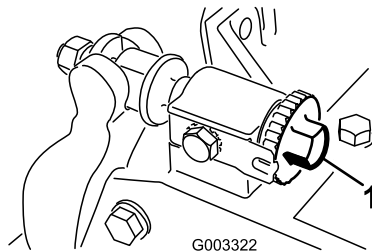

Figura 12
1. Coloque la unidad de corte en una superficie de trabajo plana y nivelada. Gire los tornillos de ajuste de la barra de asiento en el sentido contrario a las agujas del reloj para asegurarse de que la barra no esté en contacto con el molinete (Figura 12).
de asiento no están apoyadas en la superficie de trabajo ().Figura 12